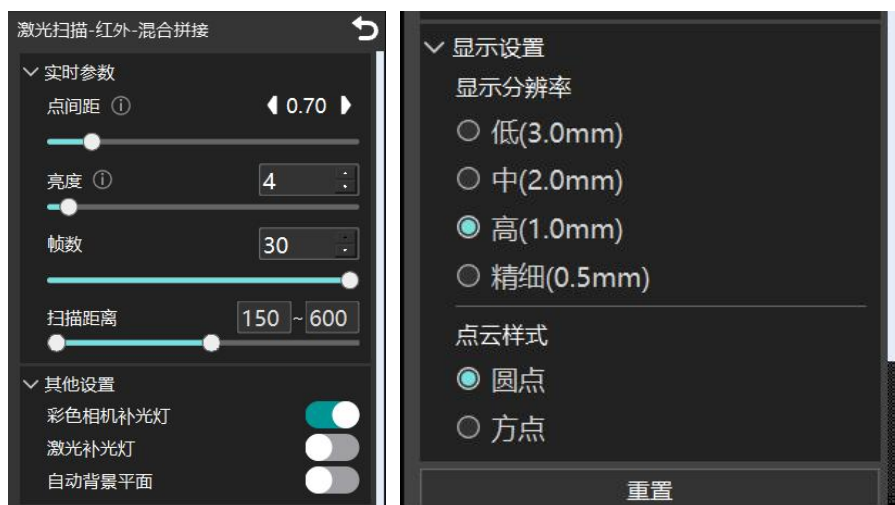

图 7-8 激光混合拼接扫描参数设置界面
置页面如图 7-8 所示。
- **允许增加标记点**：扫描时如果遇到拼接不流畅的情况，可以在标记点稀疏的地方及时补几个点，打开“允许增加标记点”选项后继续扫描（该选项在扫描前和扫描时均可打开），如图 7-8 所示。